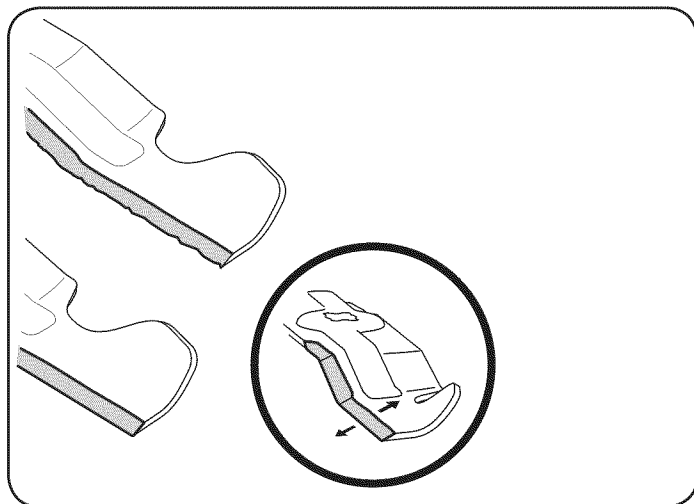

Figura 23
4. Para afinar correctamente las hojas de corte, retire la misma cantidad de metal de ambos extremos de las hojas a lo largo de los bordes de corte, paralelo al borde de fuga, en un 25° - 30° de ángulo. Siempre moler cada filo de la cuchilla de corte por igual a mantener el equilibrio de la hoja adecuada. Véase la figura. 23.